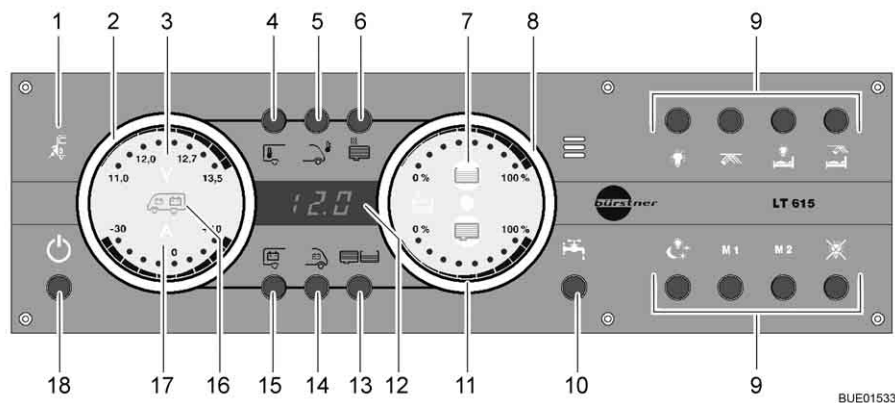

Fig. 157 Panel LT 615
Se enciende la luz de control de 230 V (Fig. 157, 1) cuando hay tensión de red en la entrada del bloque eléctrico. Las baterías son cargadas.
El interruptor principal de 12 V (Fig. 157, 18) conecta y desconecta el panel y la alimentación de 12 V del habitáculo.
- Pulsar la tecla de la alimentación de 12 V (Fig. 157, 18) brevemente. La alimentación de 12 V del habitáculo está conectada. La visualización de control "12 V" está encendida.
- ▷ En caso de que después de la conexión parpadeen tanto el LED "11,0" de la visualización de voltios así como el símbolo Voltios "V" (Fig. 157,3) en el instrumento indicador Baterías (Fig. 157,2), será demasiado baja la tensión de la batería del habitáculo. Cargar la batería.
- ▷ En caso de que después de la conexión parpadeen tres veces la visualización de control 12 V y el símbolo Voltios V (Fig. 157,3), estará activada la separación de batería. Desactivar la separación de batería.
- ▷ Si está desconectado el panel y está parpadeando de color rojo el símbolo "V" (Fig. 157,3), estará descargada la batería. Entonces, para proteger la batería de una descarga completa, no será posible conectar el panel. Cargar la batería lo más rápidamente posible.
- Pulsar la tecla de la alimentación de 12 V (Fig. 157,18) brevemente. La alimentación de 12 V del habitáculo está desconectada. La visualización de control "Alimentación de 12 V" se apagará.
- Pulsar la tecla Batería del habitáculo (Fig. 157,15) y mantenerla pulsada aprox. 10 segundos. El símbolo Voltios "V" (Fig. 157,3) y la visualización de control "12 V" parpadearán tres veces. La batería del habitáculo está separada de la red de a bordo de 12 V.
- Pulsar la tecla de la alimentación de 12 V (Fig. 157,18) y mantenerla pulsada aprox. 5 segundos. El símbolo Voltios "V" (Fig. 157,3) y la visualización de control "12 V" parpadearán tres veces. La batería del habitáculo está conectada a la red de a bordo de 12 V. La visualización de control estará encendida durante aprox. 5 segundos.
- Pulsar la tecla Batería del habitáculo (Fig. 157,15). El símbolo Voltios "V" (Fig. 157,3) estará encendido. Según la carga o la descarga, el símbolo Amperios "A" (Fig. 157,17) estará encendido de color blanco o bien rojo. La tensión de la batería y la corriente de la batería del habitáculo son visualizadas a través de LEDs en el instrumento indicador. La capacidad restante de la batería del habitáculo se visualiza en el display en un tanto por ciento.
- Pulsar la tecla Batería del motor de arranque (Fig. 157,14). El símbolo Voltios "V" (Fig. 157,3) estará encendido. La tensión de la batería del motor de arranque es visualizada a través de LEDs en el instrumento indicador.
- Pulsar la tecla Depósitos (Fig. 157,13). Los símbolos Depósito de agua (Fig. 157,7) y Depósito de aguas residuales (Fig. 157,11) estarán encendidos. Los niveles de llenado del depósito de agua (escala superior) y del depósito de aguas residuales (escala inferior) serán visualizados a través de LEDs en el instrumento indicador.
El símbolo Depósito de agua (Fig. 157,7) o el símbolo Depósito de aguas residuales (Fig. 157,11) parpadeará si el depósito de agua está vacío o el depósito de aguas residuales está lleno.
A través del visualizador digital (Fig. 157,12) es posible visualizar la temperatura interior y la temperatura exterior en °C.
- Pulsar la tecla Temperatura interior (Fig. 157,4). Indica la temperatura interior.
- Pulsar la tecla Temperatura exterior (Fig. 157,5). Indica la temperatura exterior.